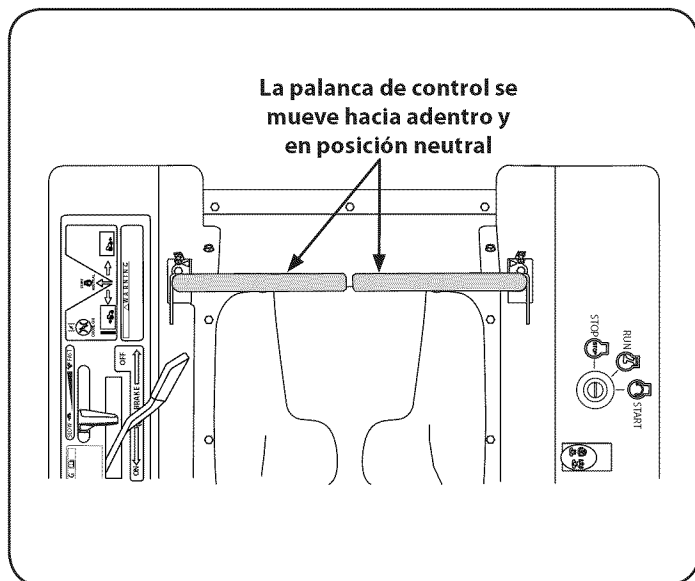

Figura 13
3. Mueva las palancas de control de transmisión del lado derecho y del lado izquierdo hacia adentro, en posición neutral. Consulte la Figura 13.